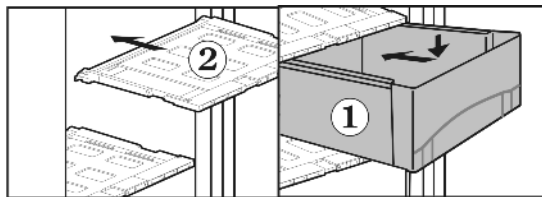

Fig. 12
- ▶ Установите крышку выдвижного ящика Fig. 12 (2): поперечные ребра крышки выдвижного ящика вставьте снизу в задние направляющие, защелкните спереди фиксатор в направляющей.
- ▶ Выдвижные ящики Fig. 12 (1) установите на направляющие и вдвиньте полностью до ясно слышимого защелкивания.